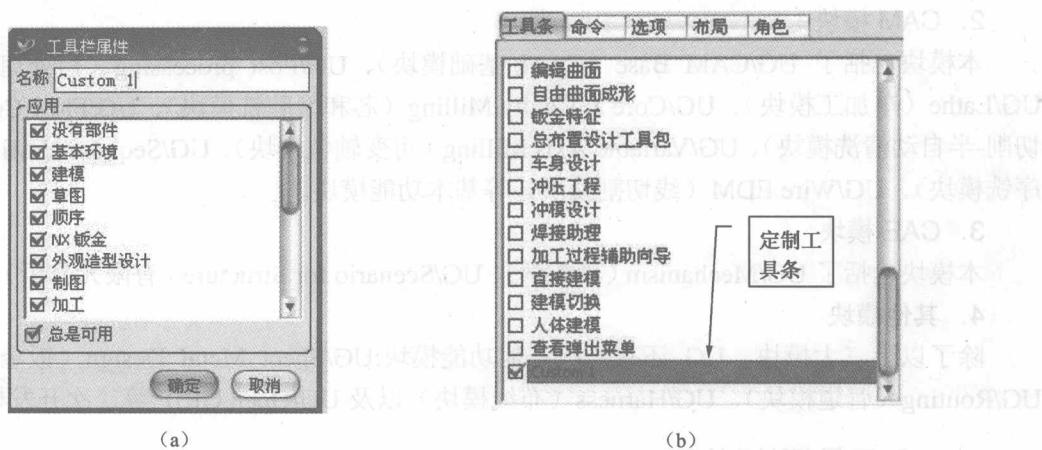

图 1-14 定制工具条
- 新建：该选项用于定制新的工具条。单击该按钮，会弹出如图 1-14 (a) 所示对话框，在“名称”栏中输入新的工具条名称，单击【确定】按钮，完成新建工作。
- 属性：该选项用于对新定制的工具条设定属性，如图 1-14 (b) 所示。